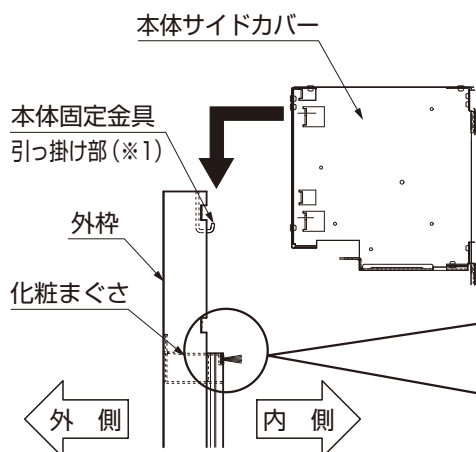

図5-1 シャッター本体の取付け
- ①シャッター本体をダンボールから取出したら、シャッター本体の裏面から出して、電源ケーブルとアース線を伸ばして端部をシャッター本体の上に仮に載せてください。
- ②本体サイドカバーを持ち、シャッター本体を化粧まぐさの上に載せてください。（図5-1参照）
- 電源ケーブルとアース線を、シャッター本体と化粧まぐさの間にはさみ込まないように、上に出してください。（図5-1参照）
- ⑤シャッター本体が本体固定金具に掛かっていることを再度確認して、シャッター本体を本体固定金具に【25-9】で取付けてください。